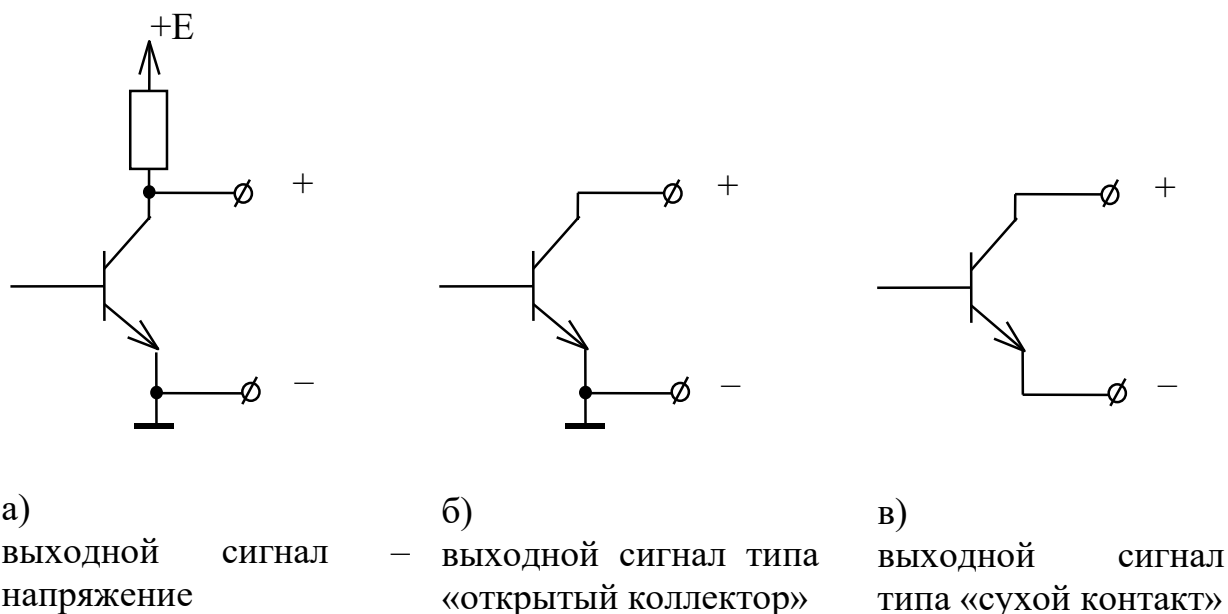

Рисунок 6.12
6.10.1 Выходной каскад схемы дискретного выхода и сигнала признака реверса аппаратно может быть выполнен одним из 3 способов (см. рисунок 6.12):
6.10.2 Конфигурация выходных каскадов (см. рисунок 6.12), выбирается посредством установки/снятия джамперов на плате модуля F/N (таблица 6):